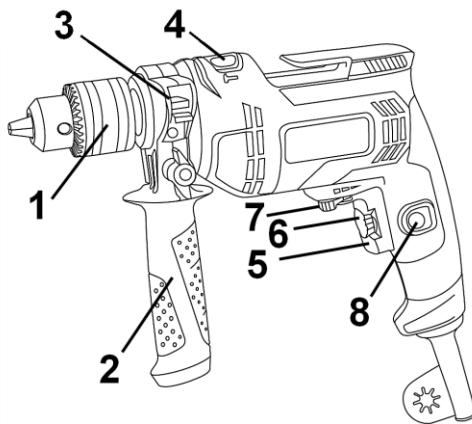

Рисунок 1
- 3.4.1 Изделие имеет два режима работы: ударно-вращательный и вращательный. Переключение режимов работы изделия осуществляется переводом переключателя (5) (см. рис.1) из одного крайнего положения в другое в сторону соответствующего символа режима работы:
- Ударно-вращательный режим – переключатель (4) должен быть переведен до упора в сторону символа .
- Вращательный режим – переключатель (4) должен быть переведен до упора в сторону символа .
5.2 Выберите необходимый режим работы изделия с помощью переключателя (4) (см. рисунок 1).
Переключение режимов работы изделия осуществляется переводом переключателя (4) (см. рис.1) из одного крайнего положения в другое в сторону соответствующего знака режима работы: